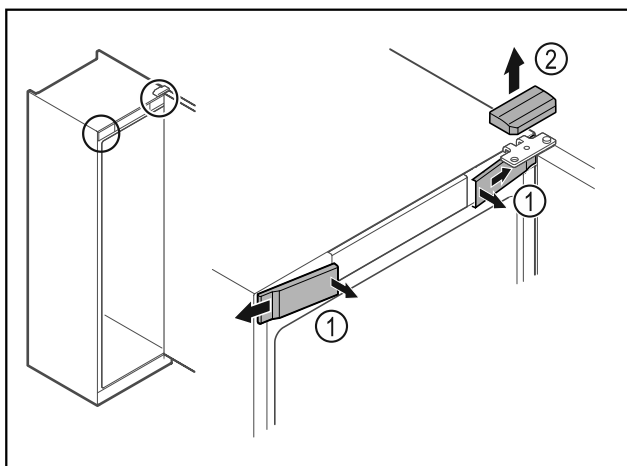

Fig. 8 \*
▶ Wycześcić przednie osłonki Fig. 8 (1) i odchylić w bok.\*
▶ Górną osłonkę Fig. 8 (2) zdjąć w górę.\*